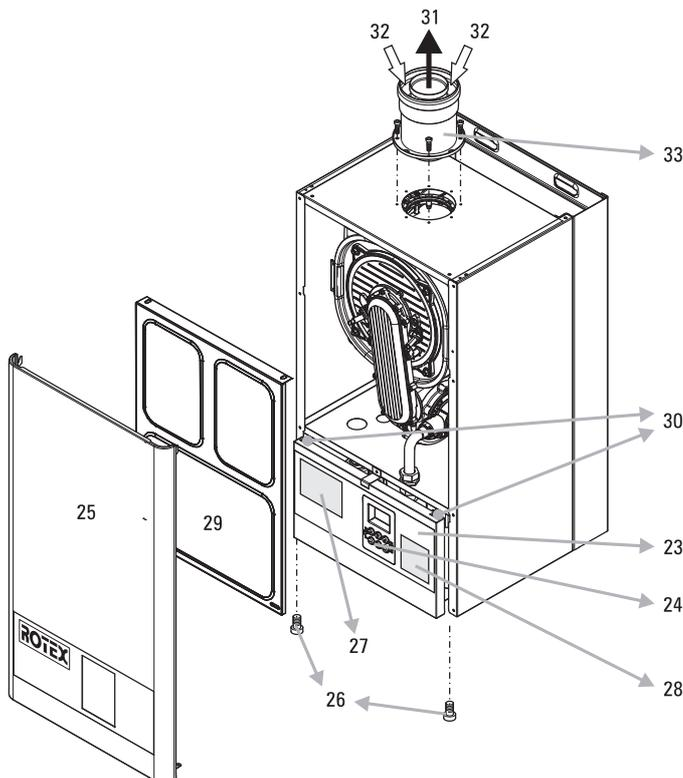

Figura 4-17 Accesso all'interno dell'apparecchio (per la legenda v. tab. 3-1)
- 1) In caso di passaggio al gas liquido la successiva regolazione del bruciatore dev'essere eseguita in base alla pressione di ingresso del gas consentita. Questo adattamento deve essere reso noto tramite registrazione sulla targhetta identificativa (figura 4-17, pos. 27) e sulla targhetta di regolazione (figura 4-17, pos. 28).
Per rendere accessibili i componenti interni dell'apparecchio ai fini degli interventi di riparazione e manutenzione o per le operazioni di regolazione e controllo eseguire innanzitutto le seguenti operazioni (v. anche figura 4-17);
- Confrontare il tipo di gas disponibile con il tipo di gas impostato (ved. targhetta identificativa figura 4-17, pos. 27).
- ➔ Per il gas liquido: controllare il riduttore di pressione ovvero impostare il bruciatore alla pressione di ingresso del gas consentita (v. capitolo 7 "Bruciatore a gas"). In caso di passaggio al gas liquido la successiva regolazione del bruciatore dev'essere eseguita in base alla pressione di ingresso del gas consentita. Questo adattamento deve essere reso noto tramite registrazione sulla targhetta identificativa (figura 4-17, pos. 27) e sulla targhetta di regolazione (figura 4-17, pos. 28).